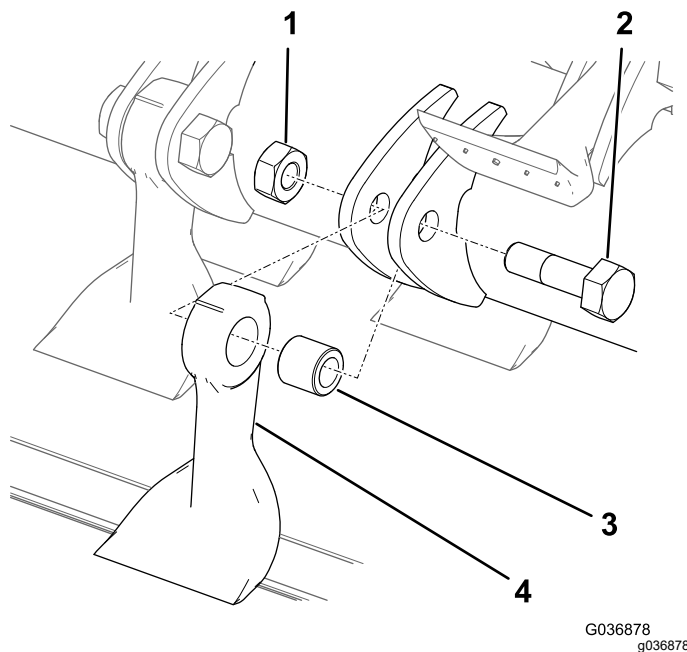

Figura 84
7. Sujeta la cuchilla con un trapo o un guante acolchado y retire la tuerca, el perno, el casquillo y la cuchilla (Figura 84).
9. Instale una cuchilla y casquillo nuevos con una tuerca nueva y un perno nuevo (Figura 84).